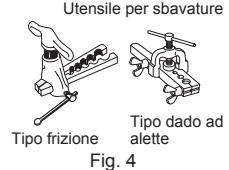
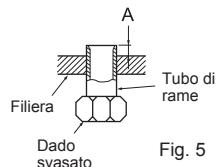

Fig. 4
Fig. 5
- Inserire completamente il tubo di scarico nella bacinella di scarico sul lato posteriore destro dell'unità interna. (Fig. 4)
- Inserire il tubo di scarico nella manica foro muro (C) e agganciare la parte superiore dell'unità interna alla piastra di installazione (1). Quindi, spostare completamente l'unità interna sulla sinistra in modo da facilitare il posizionamento della tubazione nello spazio sul retro dell'unità.
- Ritagliare un pezzo di cartone dalla scatola di spedizione, arrotolarlo, agganciarlo sul costolone posteriore e utilizzarlo come distanziatore per sollevare l'unità interna. (Fig. 5)
- Collegare il tubo del refrigerante al tubo di estensione (B).
- Inserire la parte inferiore dell'unità interna nella piastra di installazione (1).
- Svasatura (Fig. 4, 5). Tenere saldamente il tubo in rame delle dimensioni indicate nella tabella. Selezionare i mm di A dalla tabella in base allo strumento utilizzato.